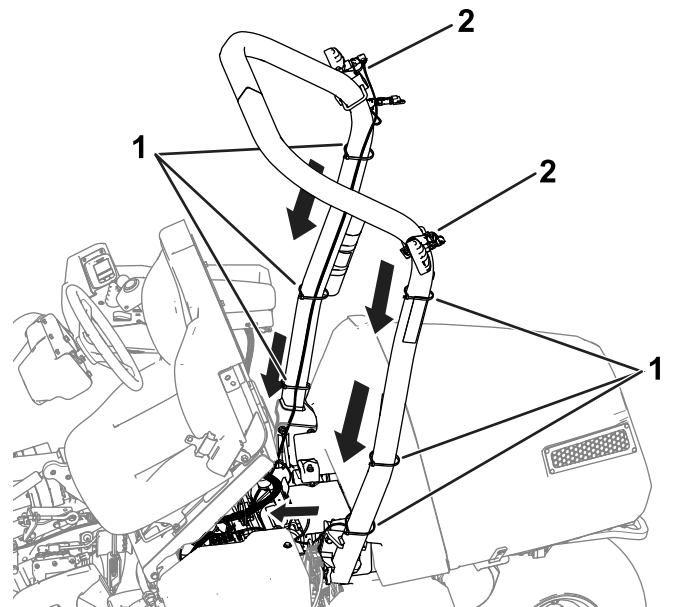

Figura 2
4. Dirija el arnés de cables hacia abajo por la barra antivuelco y debajo del asiento (Figura 2).
- Utilice 2 bridas (18,4 cm) para fijar el arnés de cables a los soportes derecho e izquierdo; consulte la Figura 2.
- Utilice 6 bridas (36,8 cm) para fijar el arnés de cables a la barra antivuelco; consulte la Figura 2.